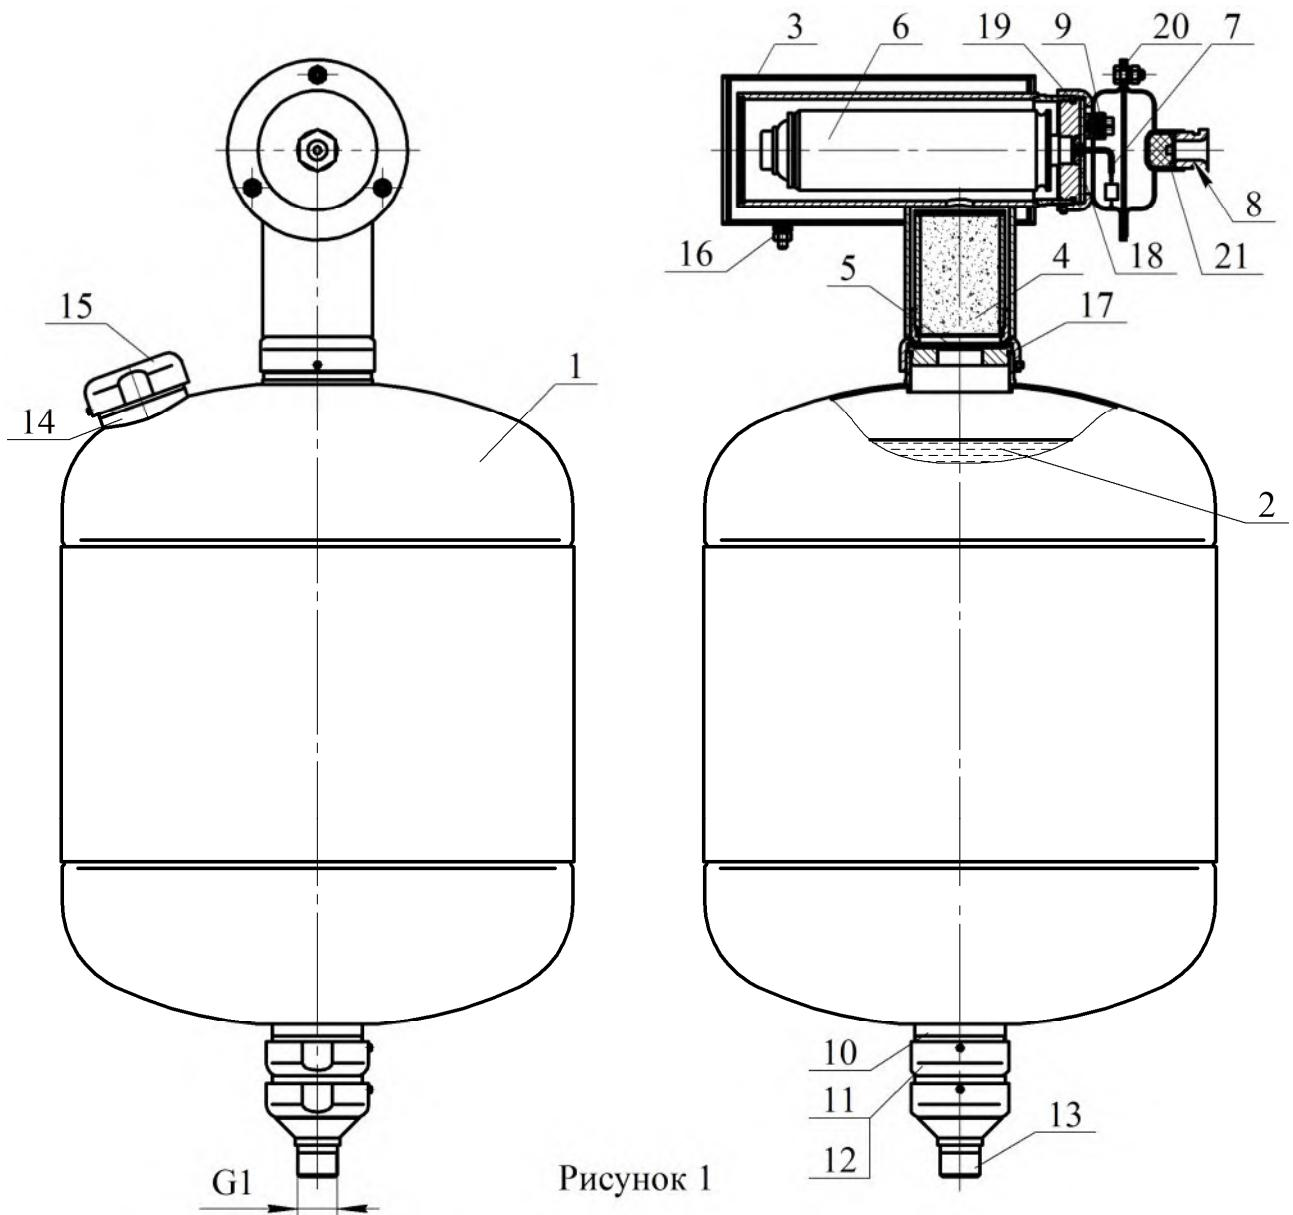

Рисунок 1
4.1.1 МУПТВ (см. рисунок 1) состоит из корпуса 1, заправленного ОТВ 2, газогенерирующего устройства 3 и мембранных рабочих узлов, смонтированных в нижней части модуля. Канал со встроенным фильтрующим элементом 4 для очистки газа, соединяющий газогенерирующее устройство 3 с внутренней полостью корпуса 1, герметизирован эластичной прокладкой 5. В корпусе газогенерирующего устройства установлен ИХГ 6 с элементом электропусковым 7. Газогенерирующее устройство снабжено вводной коробкой с герметичным кабельным вводом 8. Монтажный кабель через кабельный ввод 8 входит во вводную коробку и через зажим контактный винтовой 9 соединяется с проводами элемента электропускового 7. В мембранных узлах сопловое отверстие 10, предназначенное для выхода ОТВ, перекрыто срезной мембраной 11, которая поджата гайкой 12. С гайкой 12 через фильтрующий элемент соединен штуцер 13 с наружной резьбой G1, предназначенный для соединений МУПТВ с трубной разводкой или переходником для направленной подачи ОТВ. В верхней части корпуса расположены горловина 14 для заливки ОТВ и предохранительный клапан 15. МУПТВ имеет заземляющий зажим 16.
6.5.1 Залить в отверстие верхней горловины **14** (см. рисунок 1) воду по ГОСТ 6709-72, СанПиН 2.1.4.1074-01 (температура воды должна быть плюс (15...25) $^{\circ}\text{C}$) объемом $26,2^{+0,4}$ дм³. Открыть упаковки с жидкими добавками к воде и залить их в отверстие верхней горловины **14**.
6.6.3 Полученный раствор ОТВ залить в отверстие верхней горловины 14 (см. рисунок 1). Для окончательного приготовления ОТВ открыть упаковки с жидкими добавками к воде и залить их в отверстие верхней горловины 14.
6.8 Соединить штуцер 13 (см. рисунок 1) с трубной разводкой.